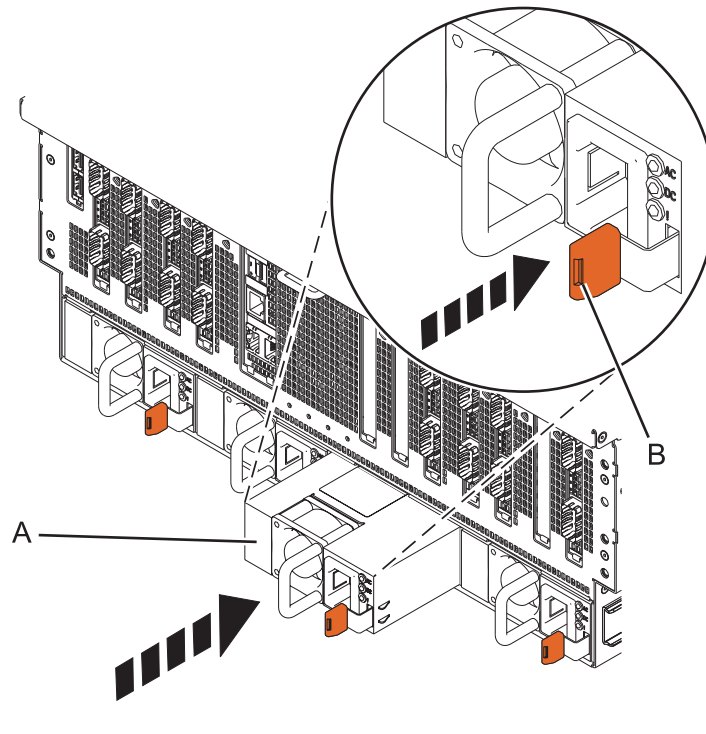

Figure 17. Remise en place d'un bloc d'alimentation dans le système
3. Alignez le bloc d'alimentation **(A)** avec la baie, puis faites-le glisser dans le système jusqu'à ce que le taquet de couleur ocre **(B)** se bloque, comme illustré à la figure 17, à la page 17.